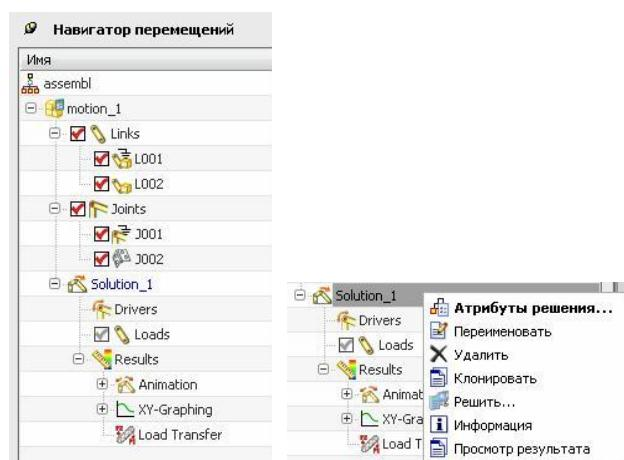

рис.57
- Обратите внимание на состояние своего навигатора перемещений после первой анимации (рис.57). Теперь, кроме описания самого механизма, в нижней его части появился важный раздел собственно решения – *Solution_1*. А в нем теперь присутствуют многие атрибуты самого решения: разделы Drivers, Loads, Results, Animation, Graphing, Load Transfer. Позднее, по мере необходимости, мы познакомимся с некоторыми из них. А пока представим, что нам хочется что-то изменить в параметрах Решения.
- Постарайтесь не размножать строки *Solution* на рис.57. Каждое новое обращение к пиктограмме Решение (вторая слева пиктограмма на рис.61) приводит к появлению нового раздела *Solution*, поэтому все изменения в параметрах решения лучше делать так, как описано выше: поставьте курсор на “старую” строку *Solution*, вызовите контекстное меню, и в нем выберите команду Атрибуты решения (рис.58).